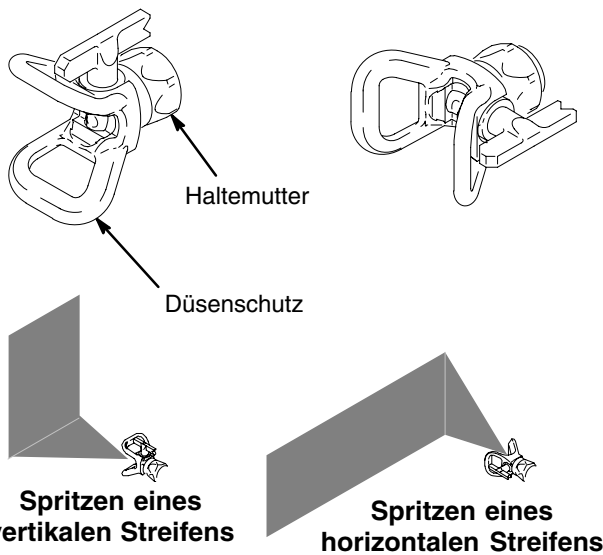

Abb. 3
Wenn die Vermutung besteht, daß die Spritzdüse oder der Schlauch vollkommen verstopft sind oder der Druck nach Ausführung der obigen Schritte nicht vollständig entlastet wurde, lösen Sie ganz langsam die Haltemutter (Abb. 3) oder die Schlauchkupplung und entlasten den Druck nach und nach; dann schrauben Sie die Mutter oder die Kupplung vollständig ab. Reinigen Sie nun die Düse oder den Schlauch.
2. Düsenschutz mit der Hand drehen, um die Ausrichtung zu verändern. Abb. 3.